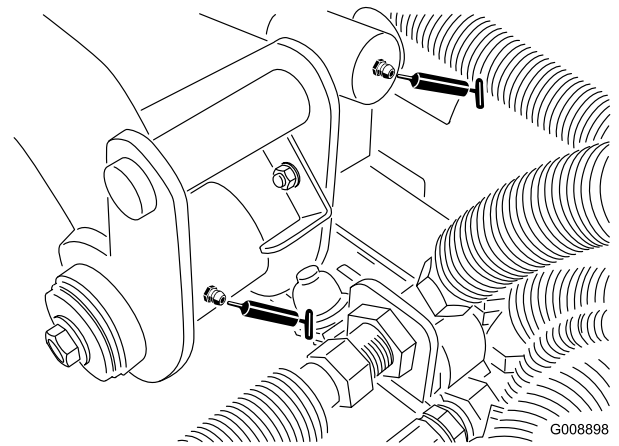

Figura 37
- 2 perni del braccio di sollevamento posteriore e cilindro di sollevamento (**Figura 37**)